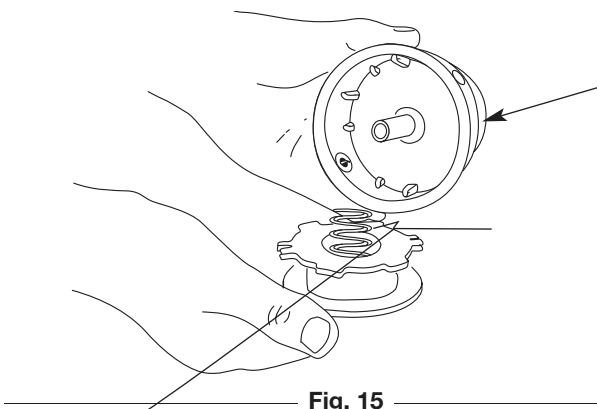

Fig. 15
2. Retirez le moulinet intérieur de la bobine extérieure (Fig. 15).
3. Retirez le ressort du moulinet (Fig. 15).
- Retirez le vieux moulinet intérieur de la bobine extérieure (Fig. 15).
- Retirez le ressort du moulinet (Fig. 15).